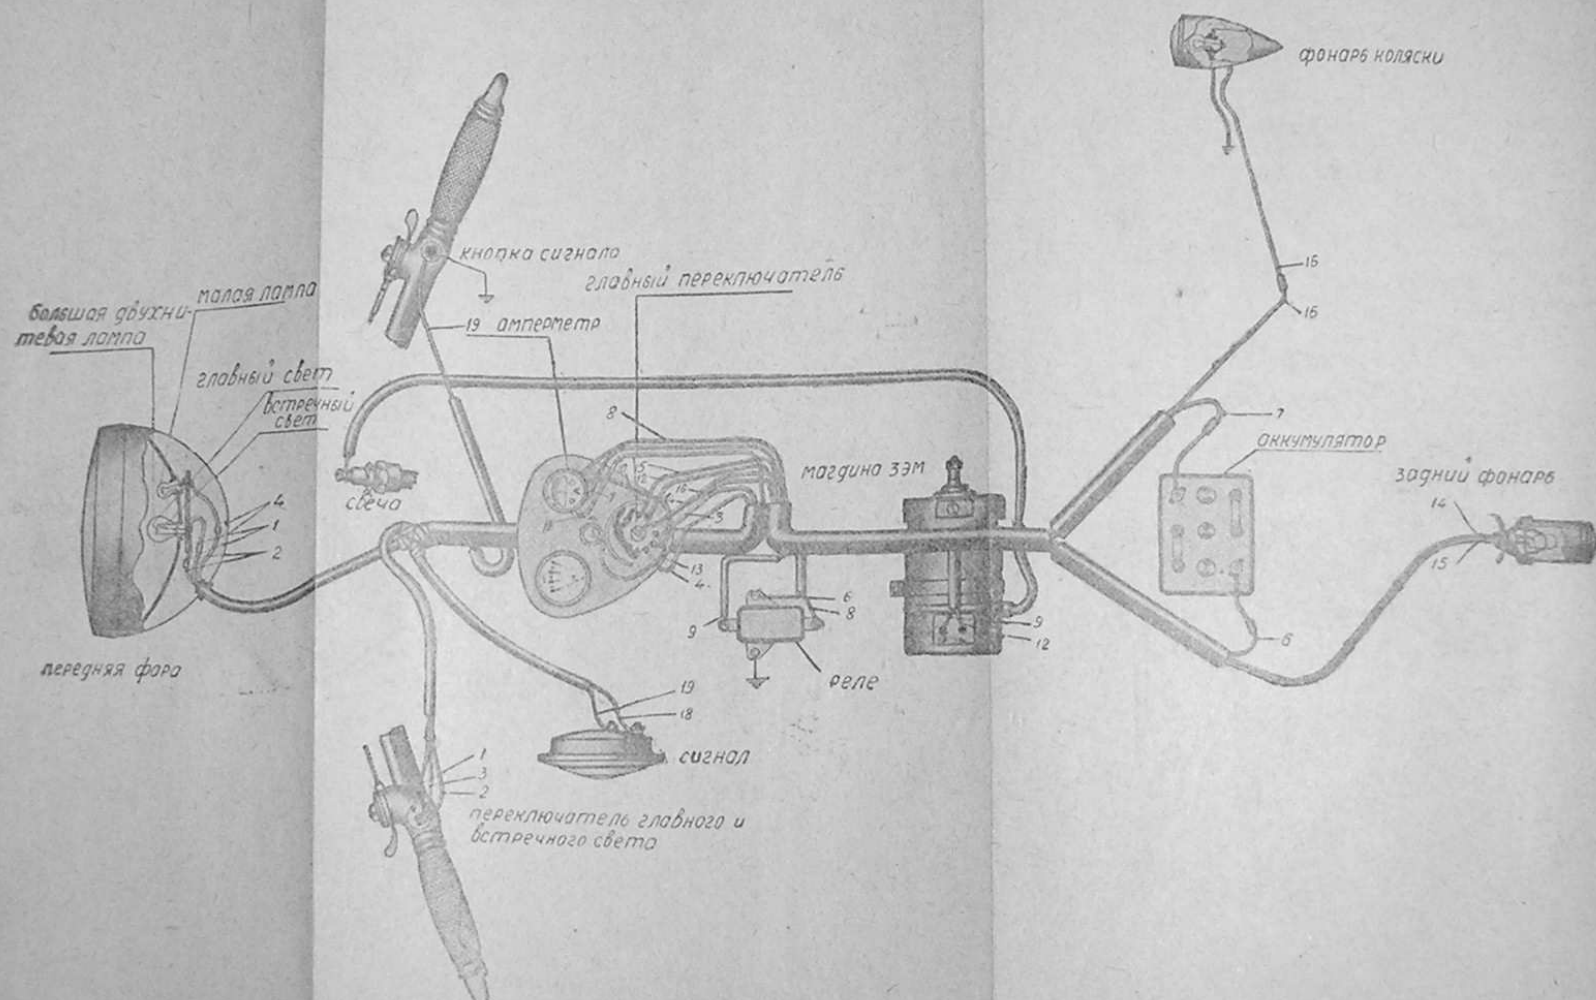

Рис. 19. Схема электрооборудования мотоцикла (с магдино)
- а) магнето (рис. 18) или магдино (рис. 19),